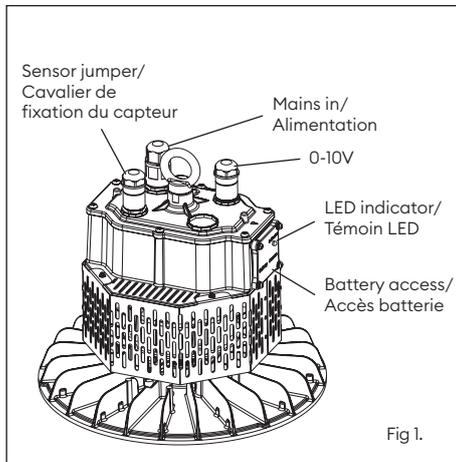

Fig. 1.
- If using 0-10V control, connect 0-10V dimming cable (Fig.1) to the 0-10V input cable or slave product (see master and slave operation). Violet = DIM+, Pink = DIM-.
- Si vous utilisez une commande 0-10V, connectez le câble de variation 0-10V (fig.1) au câble d'entrée 0-10V ou au produit esclave (voir fonctionnement maître/esclave). Violet = DIM+, Rose = DIM-.